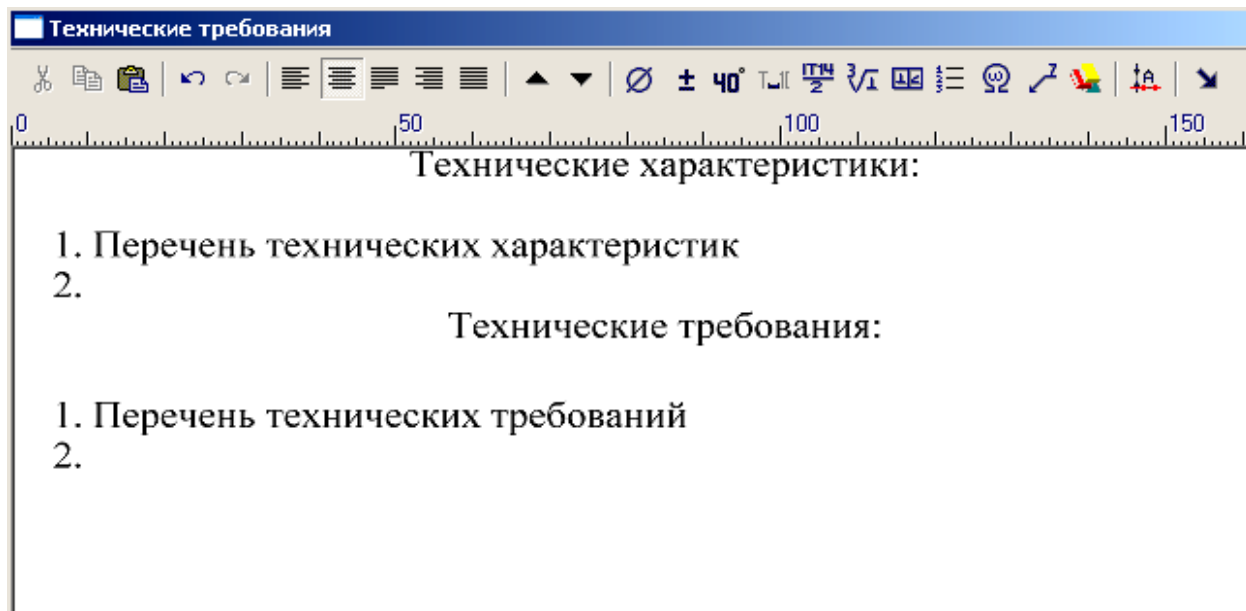

Рисунок 8.17
3. Вызовите команду вставки ассоциативного текста, кнопка  (см. Рисунок 8.17) на панели инструментов «Редактора технических требований».
Размещение обозначения шероховатости в технических требованиях производится по команде «Редактор технических требований» **Обозначение шероховатости** кнопка  (см. Рисунок 8.17).
Для вставки в текст технических требований обозначения допуска формы и расположения необходимо установить курсор в предполагаемое место вставки в тексте технических требований и вызвать команду **Отклонения формы** кнопка  (см. Рисунок 8.17).
«Редактор технических требований» позволяет размещать на чертеже текст технических требований, состоящий из нескольких разделов. Это позволяет указать на чертеже совместно с техническими требованиями и технические характеристики (см. Рисунок 8.17).
Технические требования и технические характеристики будут располагаться в разных разделах, внутри которых будет вестись отдельная нумерация пунктов. Для добавления раздела необходимо вызвать команду «Редактор технических требований» **Новый раздел**  (см. Рисунок 8.17).
1. Нажмите кнопку **Завершить**  (см. Рисунок 8.17).